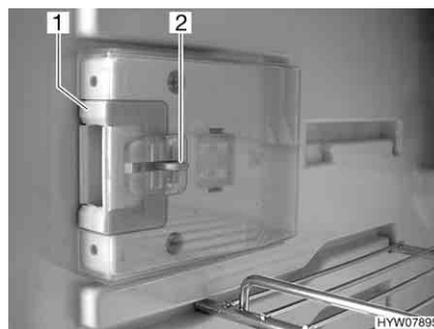
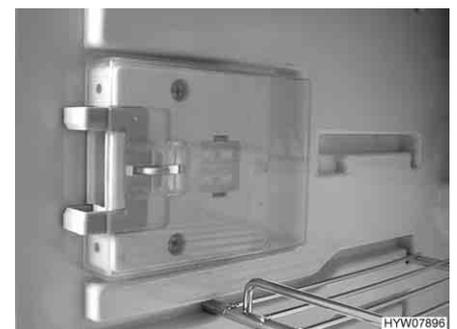

Fig. 142 Dispositivo de cierre en posición normal
Fig. 143 Dispositivo de cierre en posición de ventilación
- Hundir el desbloqueo (Fig. 142,2).
- Empujar el dispositivo de cierre (Fig. 142,1) hacia delante (Fig. 143).